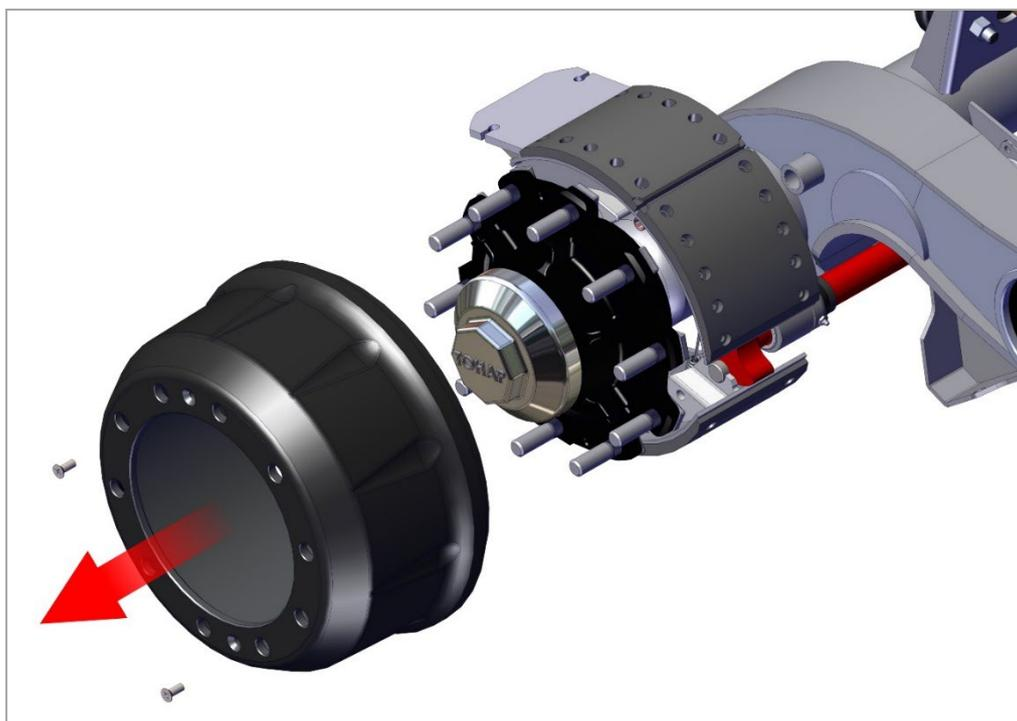

Рис. 31. Снятие барабана.
2) Снимите барабан, как показано на рис. 31.